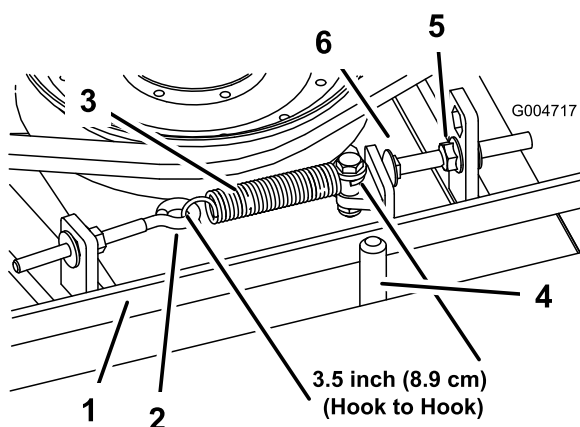

Figure 73
Lorsque le ressort d'extension est correctement tendu, l'intérieur doit mesurer (d'un crochet à l'autre) entre 8,3 et 9,5 cm. Lorsque le ressort est correctement tendu, ajustez le boulon de butée (boulon de carrosserie) jusqu'à obtention d'un jeu d'environ 2 à 5 mm entre la tête du boulon et le bras de tension (Figure 73).
Remarque: La courroie doit être placée du côté ressort du guide (Figure 73).
2. Desserrez le boulon à œil pour pouvoir enlever le ressort d'extension (Figure 73).
3. Desserrez l'écrou à embase qui fixe le boulon de butée à la patte de montage, et écartez la poulie de tension de la courroie pour détendre cette dernière (Figure 73).
9. Raccrochez le ressort d'extension (Figure 73) au boulon à œil et tendez la courroie comme suit :